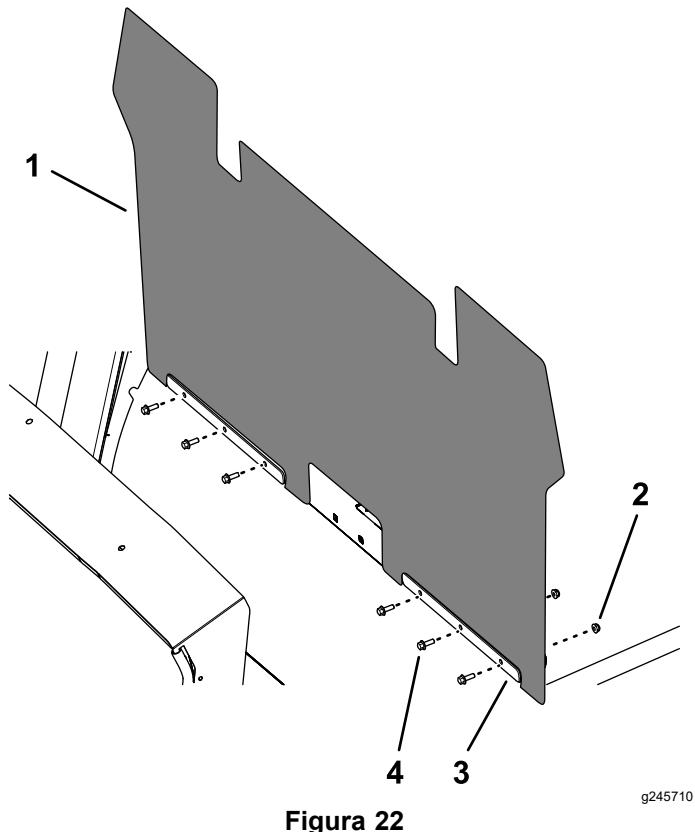

Figura 22
2. Installate il parafango interno e le sue barre con 6 bulloni a testa esagonale (1/4" x 3/4") e 6 dadi flangiati (1/4") come mostrato nella Figura 22.